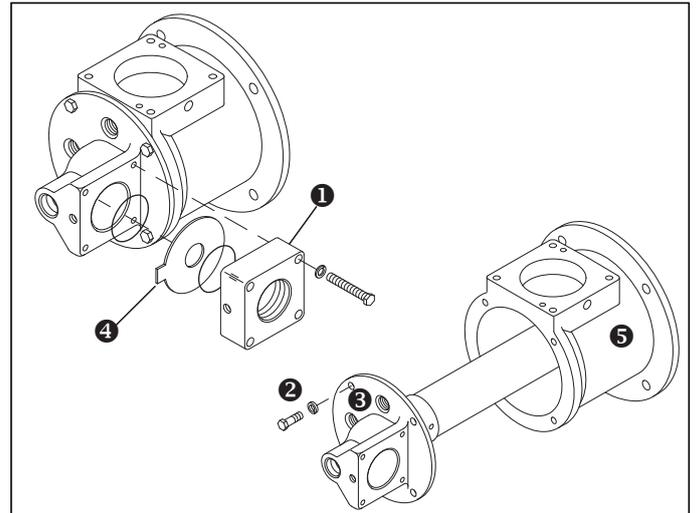

Figura 5.1.
6. Retire y limpie la placa orificio ④, véase la figura 5.1.
La cabeza y el conducto/bloque de combustión se pueden inspeccionar sin retirar el quemador de la pared de la cámara y sin entrar en la cámara. Véase la figura 5.1. Realice lo siguiente: